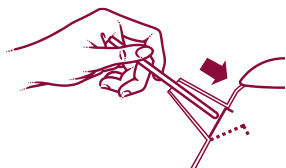

Fig. 2
- Ta bort filtret mot kalkavlagringar från pipen: Använd ett långt föremål (som inte är vasst) och tryck in filtret mot vattenkokaren tills det lossnar från sitt säte (fig. 2).